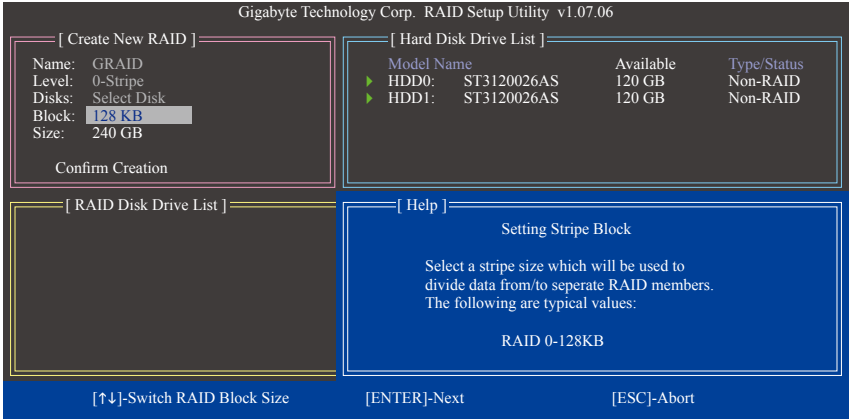

图6
4. 设置磁盘窗口大小(Block): 若选择制作RAID 0, 需指定磁盘窗口大小。以<↑>或<↓>键选择需要的磁盘窗口大小(图6), 可调整大小从4 KB至128 KB。完成后请按<Enter>键。